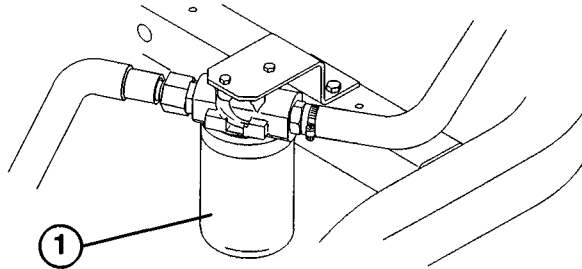

図 39
1. フィルタ（図 39）を取り付けている付近をきれいに拭き、下に廃油受けを置いて、フィルタを外す。